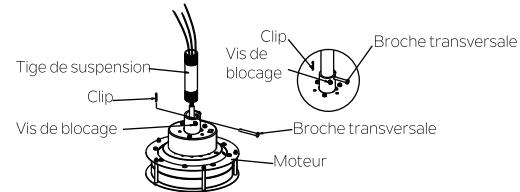

Fig. 7
Étape 3. Desserrez les deux vis de blocage et retirez le clip et la brocche du dessus de l'accouplement du moteur. Alimentez soigneusement les fils du ventilateur et le câble de sécurité vers le haut par la tige de suspension. Installez la tige de suspension sur l'accouplement du moteur jusqu'à ce que les trous de la broche transversale soient alignés. Replacez ensuite la broche transversale et le clip et resserrez les deux vis de blocage. (Fig. 7)